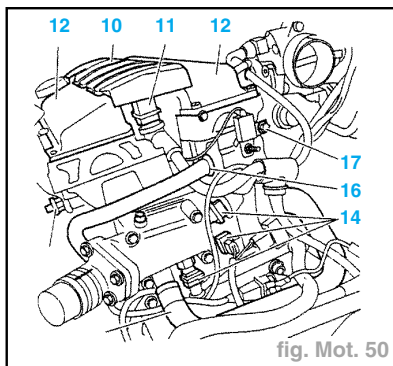

fig. Mot. 50
- Déposer (fig. Mot. 50) :
- le cache-style (10),
- le boîtier bobine compactée (11).
- Desserrer progressivement et en spirale, les vis de chaque couvre-culasse (12), en commençant par l'extérieur.
- Déposer les couvre-culasses (12).
- Désaccoupler le tuyau aérotherme (13).
- Déconnecter les sondes de températures (14).
- Déposer la fixation (15).
- Désaccoupler la partie supérieure (16) de la partie inférieure du tuyau de récupération des vapeurs d'huile.
- Déposer la vis (17).
- Rebrancher la vis (17) (fig. Mot. 50).
- Accoupler la partie supérieure (16) de partie inférieure du tuyau de récupération des vapeurs d'huile.
- Poser la fixation (15).
- Connecter les sondes de température (14).
- Accoupler le tuyau aérotherme (13).